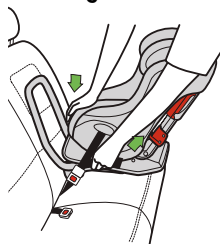

Figure 63
- Appuyez au centre du siège d'auto pour faire baisser le coussin du véhicule et tirez sur l'extrémité de la ceinture sous-abdominale pour la serrer, tel qu'indiqué dans la **Figure 63**.